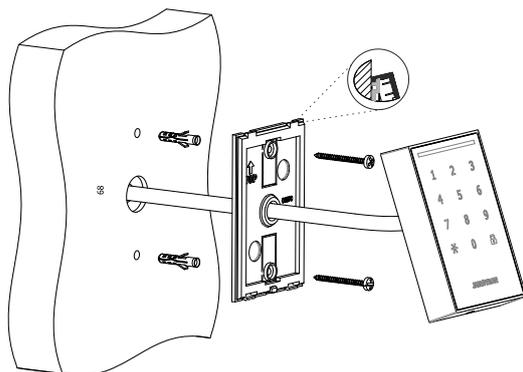

Abb. 2: Montage des Tastenfeldes
3. Richten Sie die Tastatur an der Oberkante der Montageplatte aus (Abbildung 2) und klicken Sie sie ein.
4. Sichern Sie dann das Tastenfeld mit der Verschlusschraube (4).